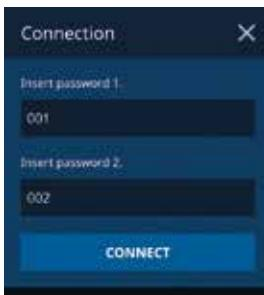

Figura 8 - Telas de acesso
7. O aplicativo solicitará duas senhas para acesso completo a parametrização do sistema. A senha padrão é 001 para o campo “Insert password 1” e 002 para o campo “Insert password 2”. Após inserir as duas senhas pressione **CONNECT**, conforme Figura 8.